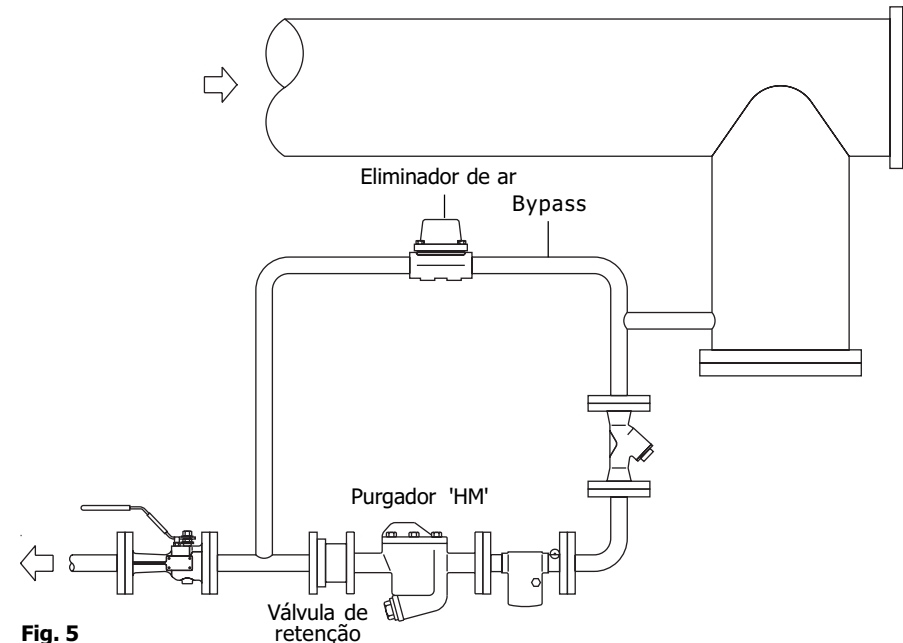

Fig. 5
- 3.5** Os purgadores de balde invertido não permitem uma rápida remoção do ar. Principalmente em aplicações de processo, isto pode provocar lentidão no tempo de aquecimento e alagamento do espaço do vapor. É pois necessário instalar um eliminador de ar em paralelo. Se existir um bypass, este deve localizar-se acima do purgador. Se estiver abaixo e estiver em fuga ou fôr deixado aberto, o selo de água pode ser removido e haver perda de vapor (ver Fig. 5). Se os purgadores de balde invertido estiverem instalados no exterior, podem ocorrer danos por congelamento.